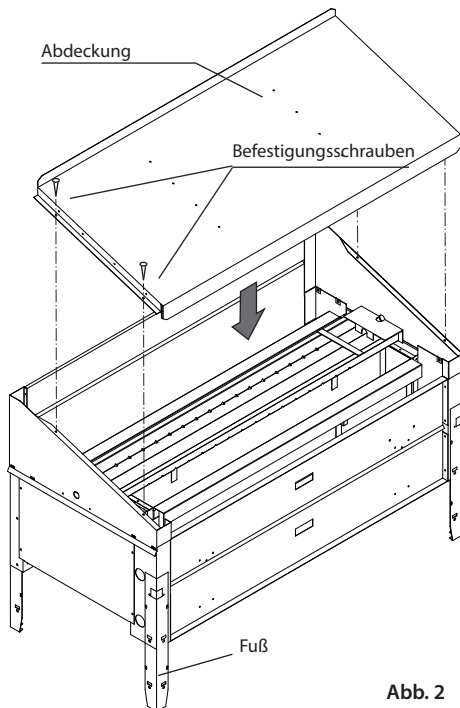

Abb. 2
- Lösen Sie 4 Schrauben an der Stirnseite des Ofens (siehe Abb. 2).